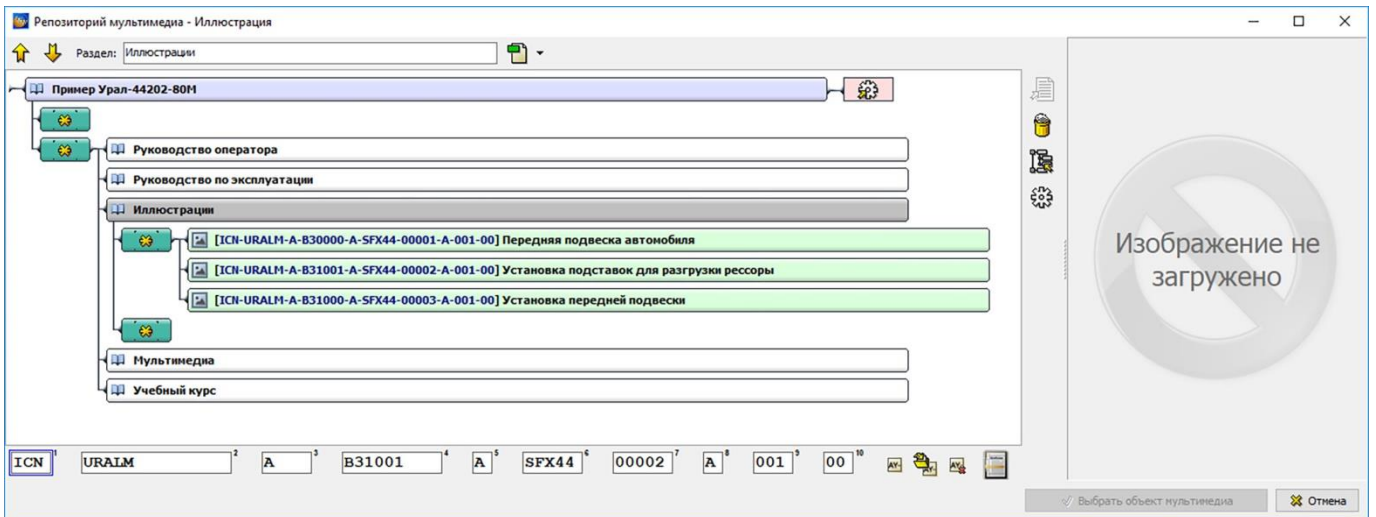

Рисунок 580
1) Выберите инструмент **Обновить данные из репозитория** на **Панели инструментов для листов**. После этого появится окно **Репозиторий мультимедиа – Иллюстрация** (рисунок 580).